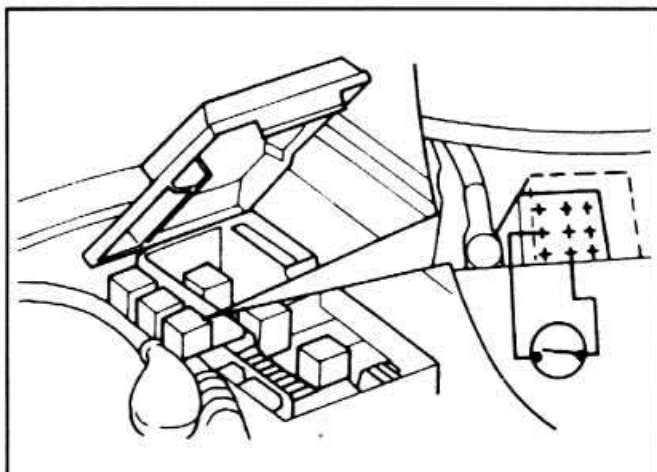

Рис. 2-10. Соединение выводов колодки реле топливного насоса с помощью переключателя
- Снять реле топливного насоса и соединить выводы «87b» и «30» колодки реле переключателем с выключателем (рис. 2-10).